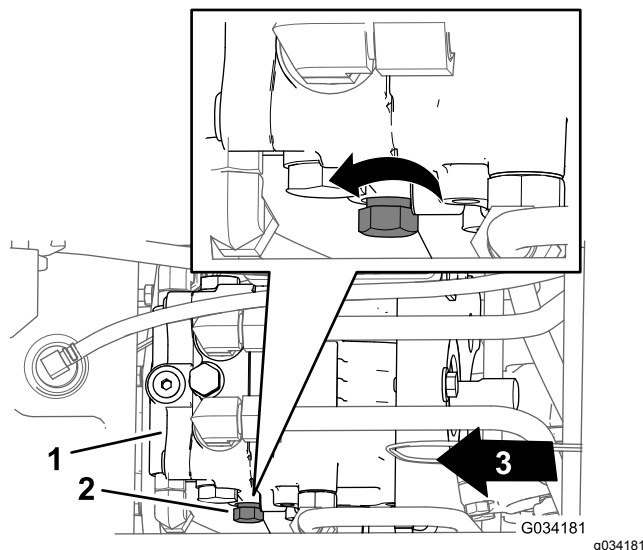

Figura 29
2. Localice el mando de la válvula de desvío, en el lado izquierdo de la bomba hidráulica (Figura 29).
3. Gire el mando 3 vueltas en sentido antihorario (Figura 29).
3. Gire el mando de control (Figura 29) en sentido horario hasta que note resistencia, lo que indica que la válvula de desvío está cerrada.